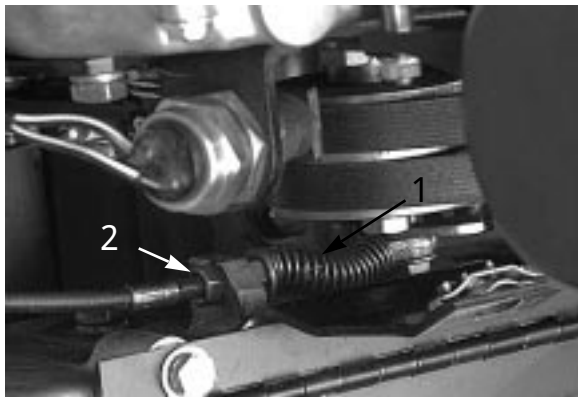

図 43
2. Vベルト・カバーを固定しているリテーナをゆるめてカバーを開く（図43）。
3. 前ジャムナットをゆるめ、後ジャムナットを締めるとケーブルは締まる（図43）。約1.4～2.3 kg の力でブレーキが掛かるように調整する。力の計測はレバー・ノブの部分で行う。ブレーキ・バンドが締まりっぱなしにならないよう注意する。